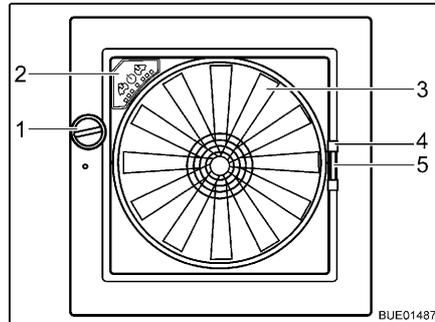

Bild 114 Dachhaube Omni-Vent
- Öffnen:** ■ Drehknopf (Bild 114,1) drehen, bis der gewünschte Öffnungswinkel erreicht ist.
- Schließen:** ■ Drehknopf (Bild 114,1) drehen, bis Dachhaube vollständig geschlossen ist.
- Schließen:** ■ Insektenschutz am Griff (Bild 114,4) zur gegenüberliegenden Rahmenseite ziehen.
- Schließen:** ■ Griff (Bild 114,5) der Verdunklung zusammendrücken.
Ventilator Wenn die Dachhaube geöffnet ist, kann der Innenraum mit dem 6-stufigen Ventilator (Bild 114,3) belüftet und entlüftet werden. Der Ventilator wird am Bedienfeld (Bild 114,2) bedient.